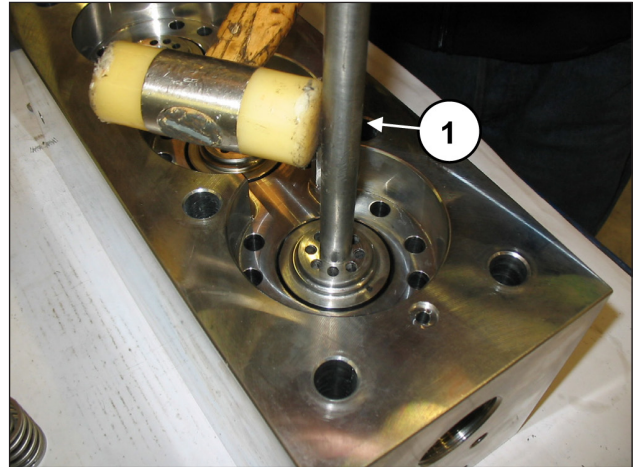

Abb. 115
Lösen Sie die ggf. durch Kalk oder Oxid am Kopf verklemmten Ventilsitze, indem Sie das entsprechende Werkzeug (Art. 034300020 für SK20-22-24 oder Art. 034300010 für SK26-28-30) in die Druckbohrung einsetzen (Pos. ①, Abb. 115).